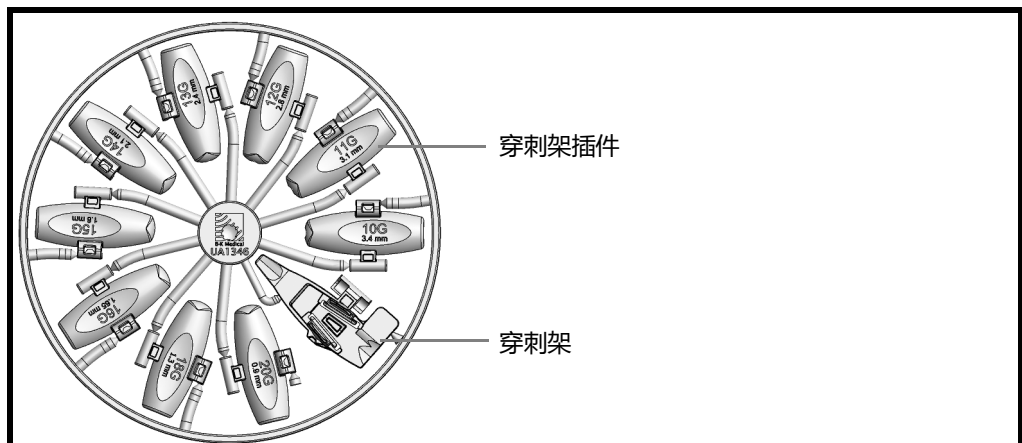

图 3。带穿刺架 UA1346 和穿刺架插件的面板。
- 2 通过将穿刺架和所需穿刺架插件从面板上折下来选择它们，见图 3。